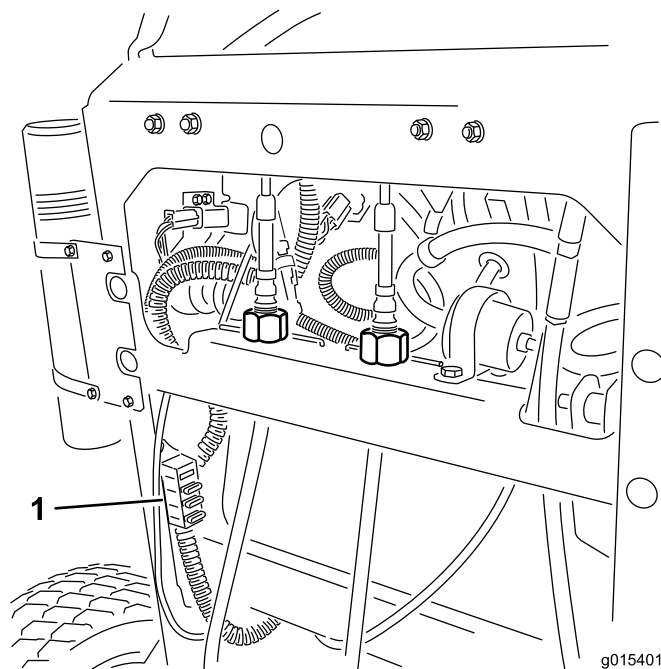

図 53
2. ヒューズを引き出して外し、あるいは交換する (図 53)。
**注** 図 53に示すような、正しいサイズのヒューズが正しいラインに取り付けられていることを確認してください。